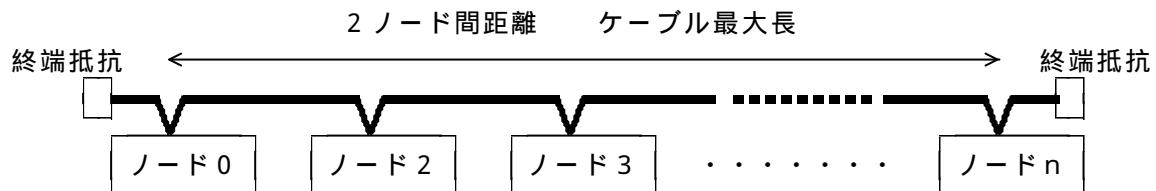

図1.5 支線を使用しないネットワークの2ノード間距離
a) 幹線を太ケーブルまたは細ケーブルのみで構成し、支線を使用しない（幹線上にノードを全部接続する）場合（図1.5）のケーブル最大長を、表1.2に示します。